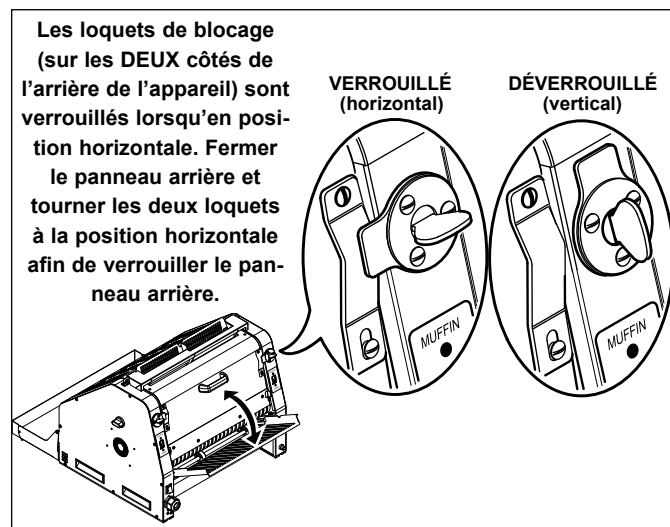

Figure 9. Loquets de blocage du panneau arrière
- Fermer le panneau arrière et verrouiller les loquets de blocage du panneau arrière (figure 9).